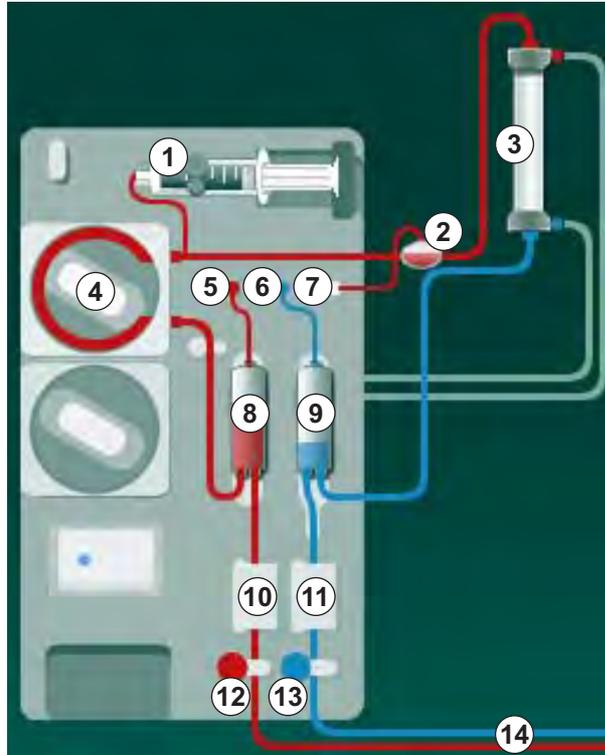

Fig. 3-2 Modo de funcionamiento - Unipunción Cross Over
Con el clamp venoso (Fig. 3-2 Modo de funcionamiento - Unipunción Cross Over (33), ⑬) cerrado y el "clamp" arterial ⑫ abierto, la bomba de sangre ④ bombea sangre del paciente a través del dializador ③ hacia la cámara venosa ⑨. La presión en la cámara venosa ⑨ se monitoriza a través del sensor de presión venosa ⑥. Cuando se alcanza la presión superior prefijada, la bomba de sangre ④ se detiene y se abre el "clamp" venoso ⑬. Debido a la presión en la cámara venosa ⑨, la sangre fluye a través del dializador ③ de vuelta hacia el paciente hasta que se alcanza la presión inferior prefijada para la conmutación. Una vez alcanzada dicha presión en la cámara venosa ⑨, o en el caso de que haya transcurrido el tiempo de flujo de retorno prefijado, se cierra el "clamp" de la línea venosa ⑬. Poco después, el "clamp" de la línea arterial ⑫ se abre. La bomba de sangre ④ se activa y el proceso se inicia de nuevo con la extracción de sangre del paciente.